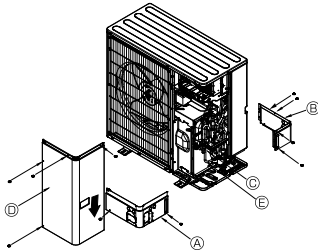

Fig. 5-3
5.3. Kältemittelrohrleitung (Fig. 5-3)